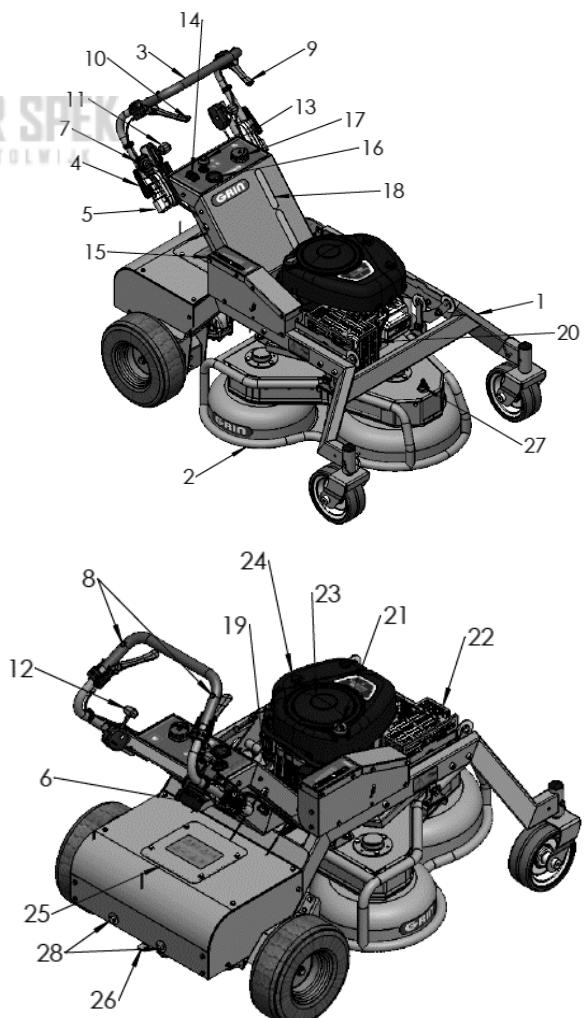

Fig. 7 - Composants de la machine
Votre Grin XM est livré avec de l'huile dans le moteur. Après environ 5 heures de travail, il est recommandé de vérifier le niveau d'huile à l'aide de la jauge (Fig.7_21) et de remettre à niveau au besoin. Consulter le manuel du moteur pour connaître la quantité et le type d'huile.
2. Dévisser le bouchon du réservoir à essence (Fig. 7_17), mais uniquement après avoir retiré la saleté et les éventuels résidus de la zone du bouchon.
3. À l'aide d'un entonnoir, remplir d'essence verte normale. On peut vérifier le niveau d'essence à l'aide des indicateurs placés sur la machine (Fig.7_18). Ne pas remplir au-delà du niveau visible, laisser de la place pour l'expansion du carburant. Retirer immédiatement l'éventuelle fuite ou renversement d'essence ; ne pas mélanger de l'huile au carburant.
6. Ouvrir le robinet d'essence entre le réservoir et le moteur. (Fig.7_19). Il est recommandé de toujours fermer le robinet pendant le transport afin d'éviter qu'une trop grande quantité d'essence ne pénètre dans le moteur.
NB : lorsque le moteur est froid, placer le levier de réglage du régime moteur (Fig.7_12) en position starter.
!!! ATTENTION !!! Après le démarrage du moteur, retirer immédiatement le levier de réglage du régime moteur (Fig.7_12) de la position de starter
Votre XM est équipé d'un réglage électronique millimétrique de la hauteur de tonte. Après avoir allumé la machine, appuyer sur le bouton de réglage de la hauteur (Fig.7_14) pour lever ou abaisser le système de coupe. L'indicateur de hauteur (Fig.7_15) permet de visualiser la hauteur réglée. Le déplacement de l'indicateur vers la zone verte augmente la hauteur de tonte. Le déplacement de l'indicateur vers la zone rouge diminue la hauteur de tonte.
1. Après avoir démarré le moteur, dégager le frein de stationnement en déplaçant le levier (Fig.7_6) vers la droite puis vers le haut.
2. Après avoir vérifié si la largeur de tonte est correcte, démarrer le système de coupe en soulevant le coup de poing jaune situé sur le tableau de bord (Fig.7_13).
3. Déplacer le levier de marche (Fig.7_11) vers l'avant ou vers l'arrière. Déplacer doucement le levier de manière à faire varier la vitesse progressivement, en particulier quand on utilise la marche arrière. Les brusques changements de vitesse peuvent faire perdre l'équilibre à l'opérateur.
4. Pour braquer la machine, appuyer sur le levier gauche (Fig.7_9) pour aller à gauche et sur le levier droit (Fig.7_10) pour aller à droite. Plus la pression sur le levier est forte, plus la courbe est serrée. Lorsque le levier est pressé à fond, la machine tourne sur elle-même.
1. Placer le levier de marche avant/arrière (Fig.7_11) en position neutre (N)
2. Engager le frein de stationnement en déplaçant le levier vers le bas (Fig.7_6)
3. Désactiver le système de coupe en appuyant sur le coup de poing jaune situé sur le tableau de bord (Fig.7_13)
4. Relâcher les boutons de sécurité Homme présent (Fig.7_8) pour éteindre la machine.
1. Dévisser les vis de fixation du kit à bord (Fig.7_28), positionner la plaque et serrer les vis comme sur l'image ci-dessus. Serrer les vis avec un couple de 50 Nm.
- III. Accéder au compartiment de la batterie en dévissant les 4 vis de fixation du couvercle (Fig.7_25). Déconnecter la batterie et la connecter sur un dispositif de maintien de la charge.